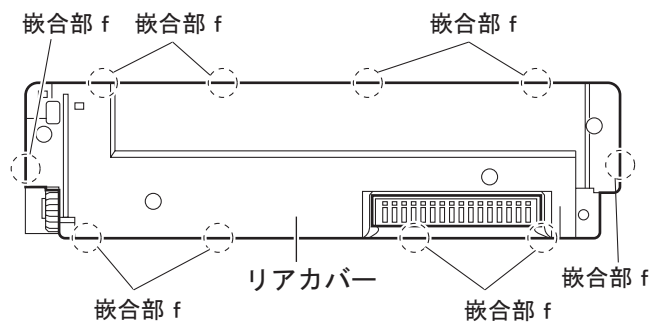

図 10
- (2) フロントパネル組立にリアカバーを取り付けている嵌合部 **f** 10 カ所を外します。(図 10 参照)